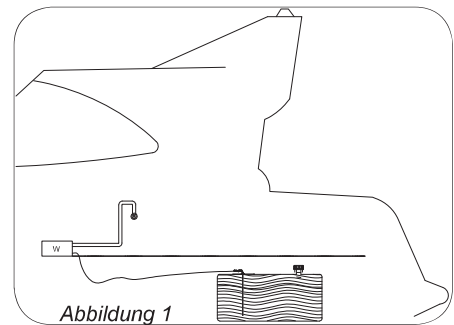

Abbildung 1
1. Brennstoffstand liegt unter dem Brenner/Herd. *Abbildung 1.*